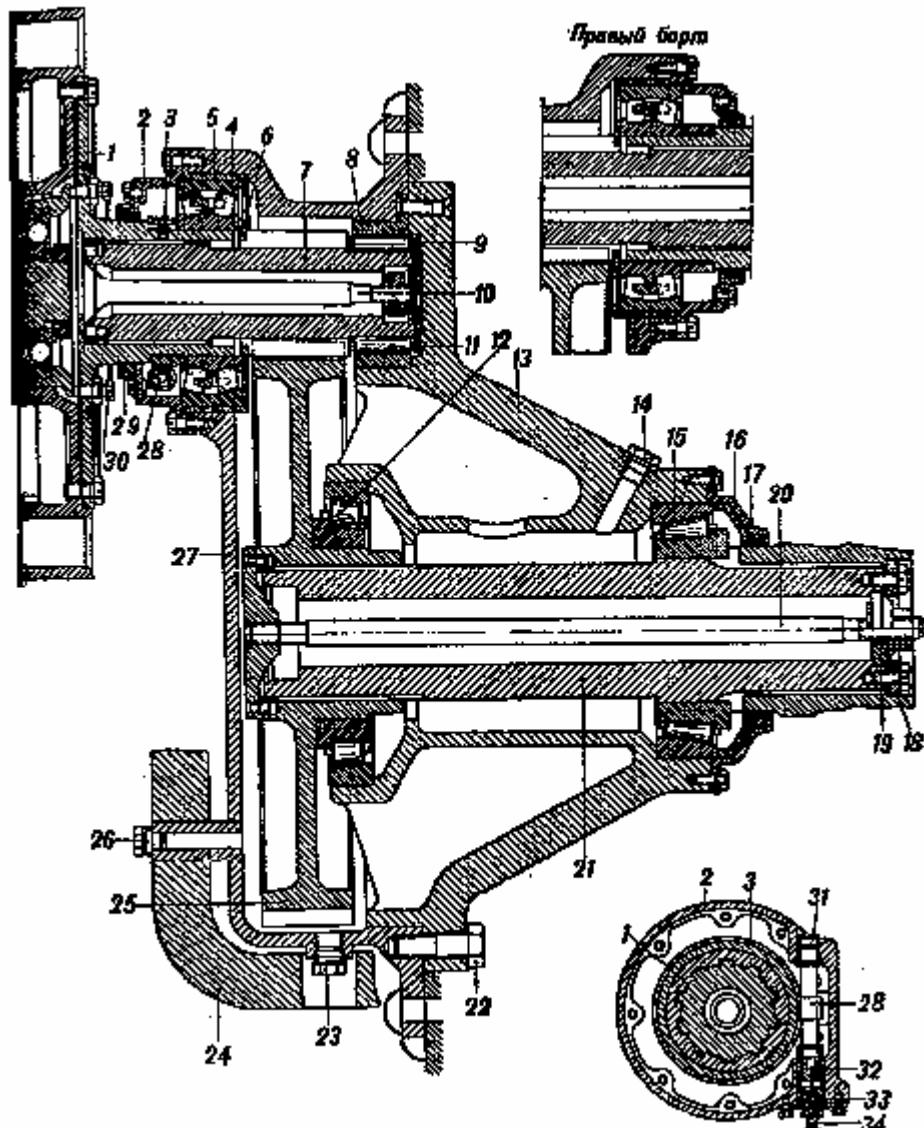

Рис. 121. Бортовая передача (в разрезе):
Бортовую передачу (рис. 121) монтируют в картере 27, приваренном и приклёпанном к кормовому и бортовому листам корпуса, и в крышке 13, крепимой болтами к картеру. Выступающая из корпуса часть картера закрыта, приваренным броневым колпаком 24. Весь механизм делится на две части: ведущую (рис. 122) и ведомую (рис. 123).
Ведущая часть бортовой передачи состоит из следующих основных деталей: ведущего валика 7 (см. рис. 121), выполненного заодно с шестерней в 10 зубьев, фланца 1, сидящего на шлицевом хвостовике ведущего валика, и струны 10, скрепляющей ведущий валик с фланцем. Под гайку струны ставят пружинящие шайбы.
Ведомую часть бортовой передачи монтируют в крышке картера 13 (см. рис. 121), и состоит она из следующих основных деталей: ведомой шестерни 25, ведомого вала 21 и струны 20.
Сборка бортовой передачи производится отдельно по узлам — ведущего и ведомого валов. Узел ведущего вала собирается на фланце 1 крепления наружного барабана бортового фрикциона, а узел ведомого — в крышке 13(см. рис. 121) картера бортовой передачи. Устанавливают бортовую передачу на корпусе танка (рис. 124) также по узлам: сначала узел ведущего вала, а потом ведомого вала.
- 1) Запрессовать в крышку 2 (см. рис. 121) втулки 31 и 33 привода к спидометру и подогнать валик привода к спидометру так, чтобы он свободно вращался во втулках; подгонку производить, слегка разворачивая втулки, а после подгонки вынуть валик.
1. Запрессовать в гнезде крышки картера до упора наружные кольца конических роликоподшипников 12 и 15 (см. рис. 121). Запрессовку производить лёгкими ударами молотка по выколотке из красной меди (или мягкой стали), распределяя удары равномерно по торцу кольца подшипника. Бить молотком по кольцу, подшипника категорически воспрещается.